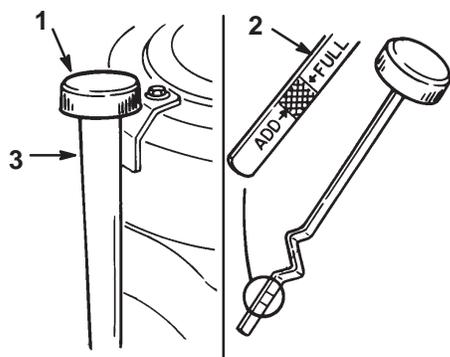

Figure 18
2. Nettoyer les abords de la jauge d'huile (Fig. 18) pour éviter que des saletés ne tombent dans l'ouverture de remplissage et n'endommagent le moteur.
3. Dévisser la jauge d'huile et bien essuyer l'extrémité métallique (Fig. 18).
4. Insérer la jauge à fond dans le goulot de remplissage, sans la visser (Fig. 18). Retirer la jauge et lire le niveau sur l'extrémité métallique. Si le niveau d'huile est bas, verser lentement de l'huile dans le goulot de remplissage, juste assez pour que le niveau arrive au repère du plein ("FULL").
5. Verser lentement environ 80% du volume d'huile spécifié dans le goulot de remplissage (Fig. 18), puis contrôler le niveau d'huile, voir Contrôle du niveau d'huile, page 27. Rajouter de l'huile lentement pour amener le niveau jusqu'au repère du plein ("FULL") sur la jauge.